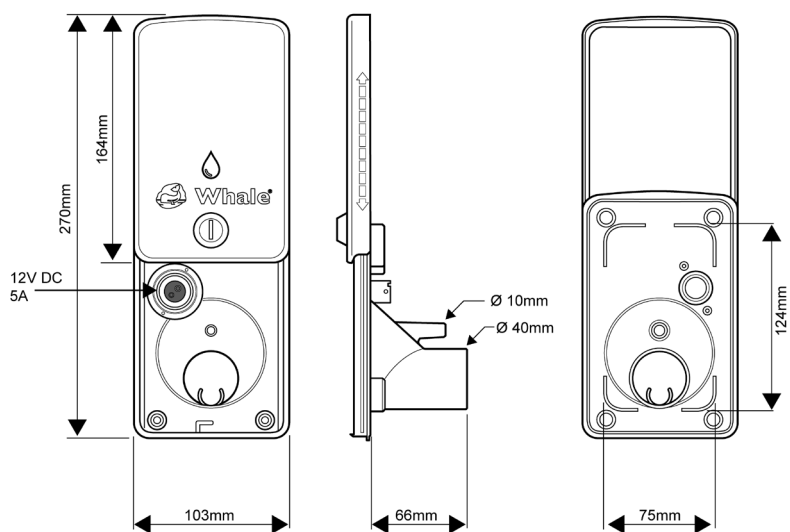

Figure 6. Onboard Tank Fill + 12V Socket Dimensional Drawings
- Ⓓ **Abbildung 6: Maßzeichnungen für Wassertank Füllstutzen + 12-V-Anschlussdose**
- Ⓕ **Figure 6. Schémas de principe de la bouchon de remplissage du réservoir embarqué + 12V**
- Ⓔ **Fig. 6. Dibujo dimensional de la llenado del depósito de a bordo + 12 V**
- Ⓖ **afb. 6. An boord tank vulling + 12V contactpunt, tekening met afmetingen**
- Ⓔ **Bild 6. Påfyllning av tanken + 12V uttag, dimensionsritningar**